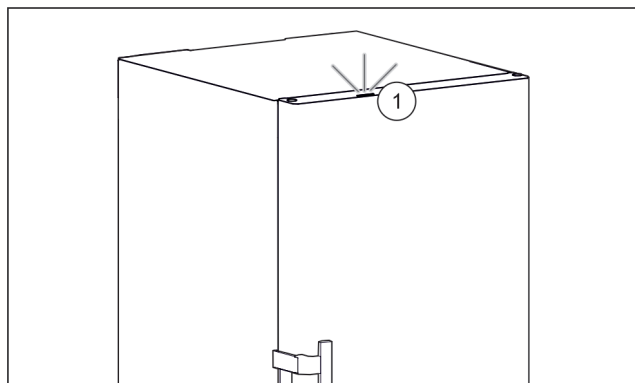

Fig. 57 Aktives Statuslicht bei geschlossener Tür
- ▶ Statuslicht Fig. 57 (1) ist aktiviert.